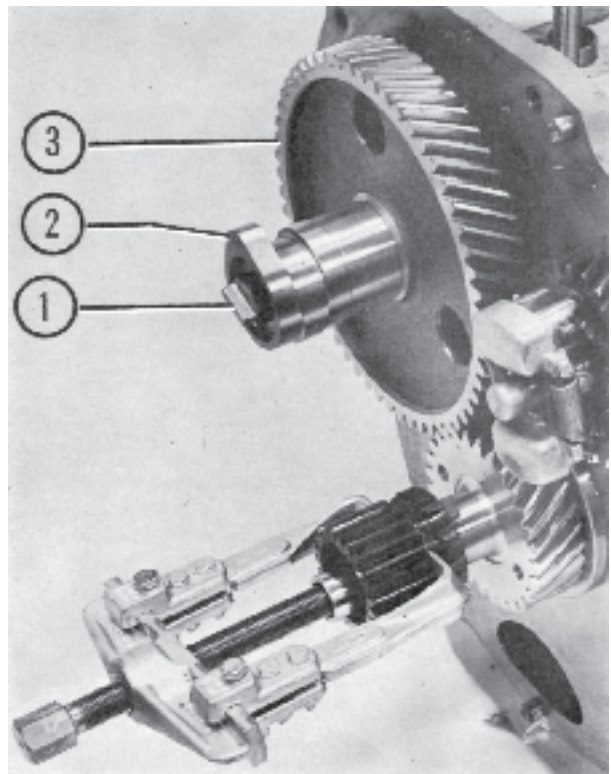

Fig. 34. Demontering av kugghjul.
4. Tag bort medbringarskraven (1) fig. 34. OBS! Skruven är vänstergängad.
5. Drag av kamskivan (2) och kugghjulet (3) från axeln. Använd en trearmad universalavdragare.
4. Drag därefter av kugghjulet, se fig. 34.